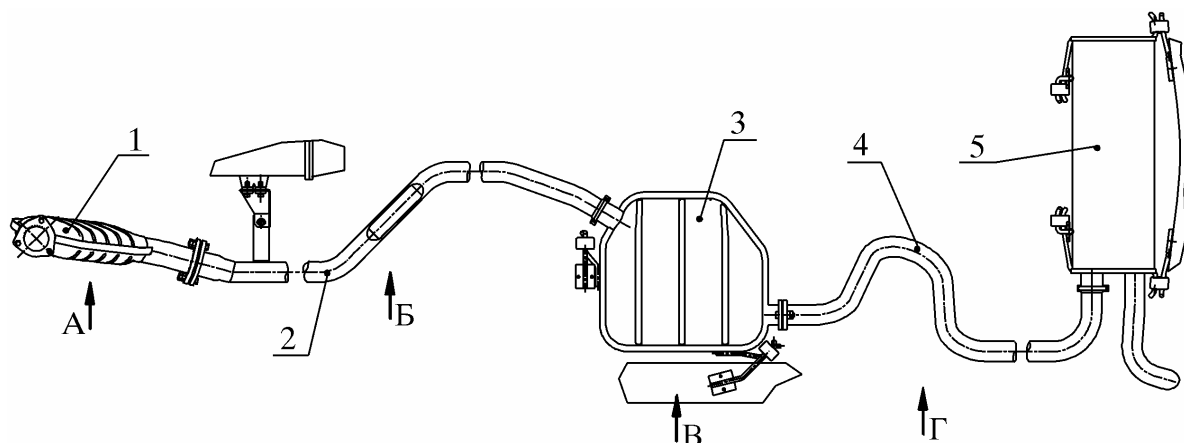

Рис. 2. Система выпуска газов:
3.2.1. Отвинтить на пять - шесть оборотов (ослабить затяжку) две гайки 7 (рис. 2а) хомута 6 крепления трубы 4 промежуточной к глушителю 5.
Рис. 2а. Снятие трубы промежуточной:
3.4. Снять глушитель 5 (рис. 2б) с автомобиля, сняв последовательно четыре амортизатора 11 с кронштейнов глушителя 5.
3.5.1. Отсоединить резонатор дополнительный 1 (рис. 2в) с прокладкой 14 от коллектора 13 двигателя, отвинтив шесть гаек 15.
Рис. 2б. Снятие глушителя:
Рис. 2в. Снятие резонатора дополнительного:
3.6.1. Отвинтить на пять - шесть оборотов (ослабить затяжку) две гайки 28 (рис. 2г) хомута 27 крепления трубы 2 приёмной к резонатору 3.
Рис. 2г. Снятие трубы приёмной:
3.7. Снять резонатор 3 (рис. 2д) с шумоизоляцией с автомобиля, сняв последовательно два амортизатора 11 с кронштейнов резонатора 3.
Рис. 2д. Снятие резонатора: